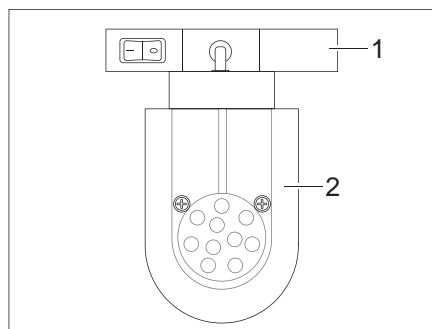

Fig. 106 Faretto a LED (esempio)
- Afferrare il supporto (Fig. 106,1) e girarlo di 90°.
- Togliere il faretto a LED (Fig. 106,2) dal sistema di guide.
- Riapplicare il faretto a LED (Fig. 106,2) nel sistema di guide nella posizione desiderata e girarlo di 90°.